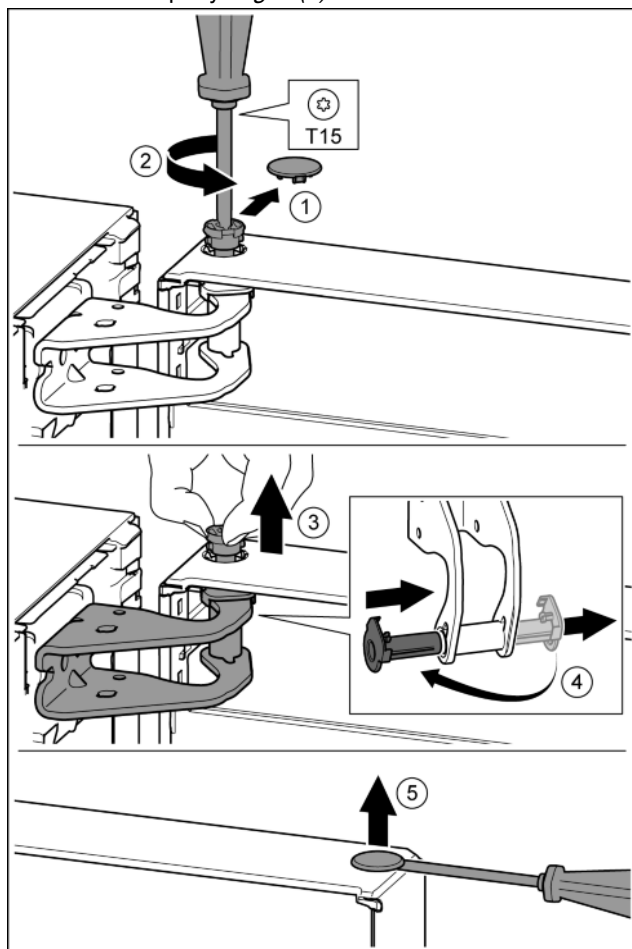

Fig. 9
- ▶ Осторожно снять предохранительную крышку. *Fig. 9 (1)*
- ▶ Немного выкрутить палец отверткой T15. *Fig. 9 (2)*
- ▶ Удерживать дверь и вытянуть палец рукой. *Fig. 9 (3)*
- ▶ Опорную втулку вывести из направляющей. Установить и зафиксировать с другой стороны. *Fig. 9 (4)*
- ▶ Осторожно приподнять шлицевой отверткой заглушку из опорной втулки двери и вынуть. *Fig. 9 (5)*